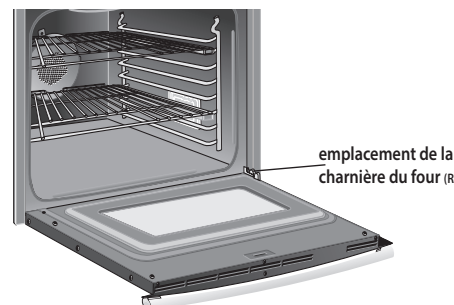

Figure 38: Emplacements des charnières de la porte du four
1. Ouvrez complètement la porte du four (Figure 38).
3. Ouvrez complètement la porte du four. (Figure 38).